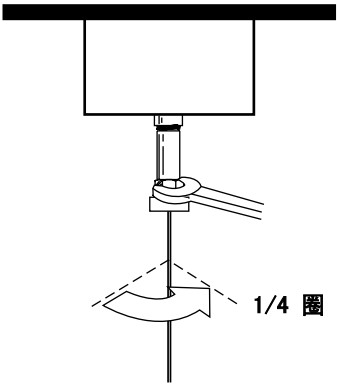

图 33 拧紧色谱柱螺帽
- 6 再拧紧柱螺帽 1/4-1/2 圈，用轻微的力不会把色谱柱拔出来 (图 33)。